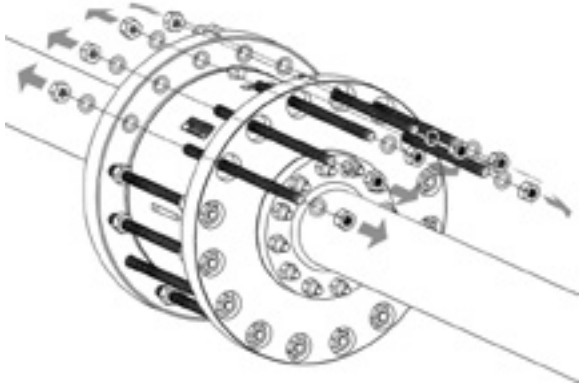

Abbildung 5 – Entfernen Sie die oberen Bolzen und Muttern.
1. Entfernen Sie die oberen Bolzen und Muttern, wie in Abbildung 5 gezeigt.